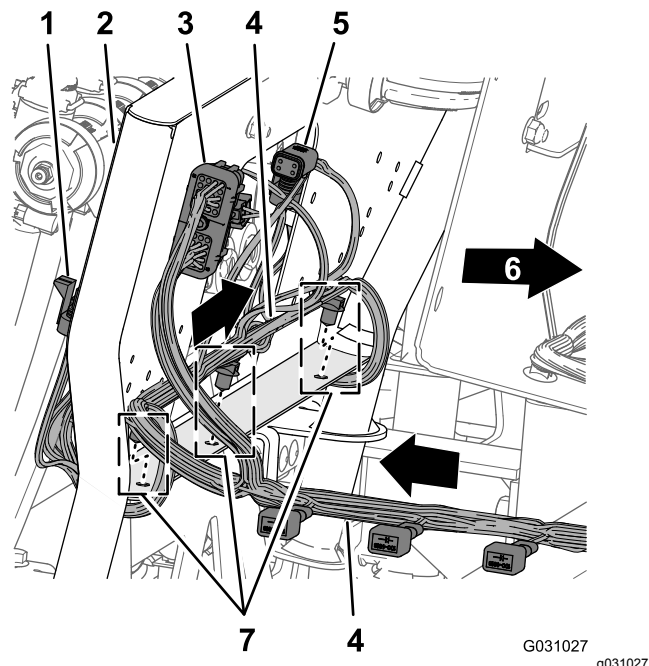

Figura 126
1. Passe a secção com 203 cm da cablagem pela traseira da montagem das 10 válvulas com os 10 conectores para as válvulas do bico para trás e por baixo das válvulas (Figura 126).
2. Insira os três fixadores serrilhados da secção com 203 cm da cablagem nos orifícios na flange inferior da montagem das 10 válvulas (Figura 126).